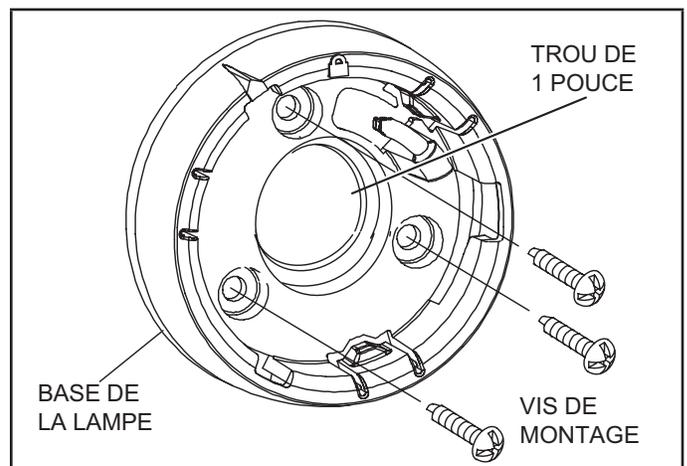

FIGURE 7. Installation de la base de la lampe
- 1 - Séparez la base de la lampe du support de la lampe. Placez la base de la lampe sur la surface de montage et fixez-la à l'aide des trois vis à tôle #6-20 x 1/2 po fournies (voir figure 7).